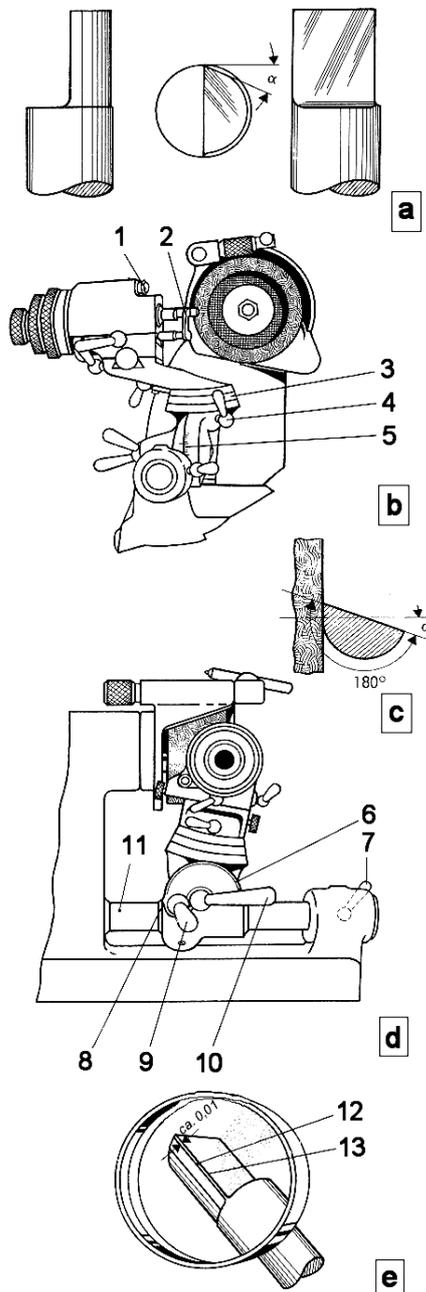

Bild 7-6: Rund- und Hinterschleifen der Seitenschneide zylindrischer Formen
Nach dem Schleifen der Brustfläche ist die seitliche Schneidkante sowie die Stirnschneidkante anzuschleifen. Die Schnittwinkel, die an beiden Schneidkanten zu berücksichtigen sind, sollen dem zu bearbeitenden Werkstoff entsprechen, siehe Tabelle 7-1 bei Kapitel 7.2.3. Für das Schleifen der Seitenschneide zylindrischer Formen (Bild 7-6 Abb. a) ist wie folgt zu verfahren:
1. Teilungsring (Bild 7-6 Pos.3) mit Schwenkarm auf 0 stellen und Knebel (Bild 7-6 Pos.4) festziehen.
2. Roten Punkt ins Fenster (Bild 4-1 Pos.22) bringen und Raste (Bild 7-6 Pos.1) in die mittlere Bohrung einsetzen.
3. Frässtichel mit dem Einstellfinger (Bild 7-6 Pos.2) ausrichten, spannen und Einstellfinger (Bild 7-6 Pos.2) wieder zurückschieben (Bild 7-6 Abb. b).
4. Knebel (Bild 7-6 Pos.10) lösen und den Schwenkarm auf den gewünschten Hinterstellwinkel auf Teilung (Bild 7-6 Pos.5) einstellen. Knebel (Bild 7-6 Pos.10) wieder festklemmen (Bild 7-6 Abb. d).
5. Knebel (Bild 7-6 Pos.7) klemmen und Knebel (Bild 7-6 Pos.9) lösen. Den Teilkopfträger auf der Rohrführung verschieben und den Fräser in ungefähre Berührung mit der Stirnseite des Schleifkörpers bringen.
6. Vor dem Klemmen des Knebels (Bild 7-6 Pos.9) den Markierungspunkt des Senkrechtschwenklagers (Bild 4-1 Pos.17) auf ungefähr gleiche Höhe wie den Markierungspunkt der Rohrführung (Bild 4-1 Pos.14) einstellen. Knebel (Bild 7-6 Pos.9) festklemmen und Knebel (Bild 7-6 Pos.7) lösen.
Die Raste (Bild 7-6 Pos.1) in die rechte Bohrung setzen. Den gewünschten Durchmesser durch Drehen des Zangenlagers um  $360^\circ$  anschleifen.
Den roten Punkt wieder ins Fenster (Bild 4-1 Pos.22) bringen und die Raste (Bild 7-6 Pos.1) in die linke Bohrung einsetzen. Für das Zangenlager ist nun eine Drehung von  $180^\circ$  zwischen den Anschlägen der Rastenscheibe möglich.
Das Hinterschleifen des Frässtichels erfolgt mit Hilfe der Feineinstellschraube (Bild 4-1 Pos.15) über den ganzen Drehbereich des Zangenlagers (Bild 7-6 Abb. c). Der Hinterschliff wird dabei zwangsläufig erzeugt. Dieser soll sich nur auf die Länge der Brustfläche erstrecken.
**Bei fertig geschliffener Seitenschneide muß vom Rundschliff eine Fase von geringster Breite sichtbar sein (Bild 7-6 Abb.e).**